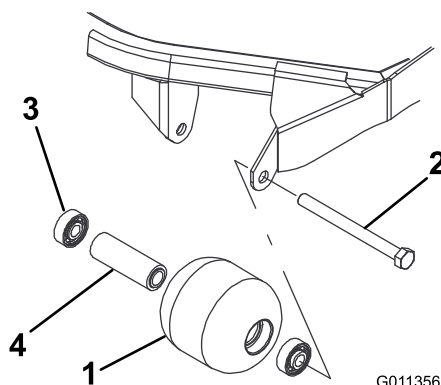

Figura 98
1. Retire o parafuso de montagem do rolo (Figura 98).
estão danificados (Figura 98). Substitua os componentes danificados e volte a montá-los.
1. Introduza o primeiro rolamento na estrutura do rolo (Figura 98). Empurre só a calha externa ou, então, exerça o mesmo tipo de pressão nas calhas interna e externa.
2. Coloque o espaçador (Figura 98)
3. Introduza o segundo rolamento na estrutura do rolo (Figura 98). Exerça o mesmo tipo de pressão nas calhas interna e externa até a calha interna entrar em contacto com o espaçador.